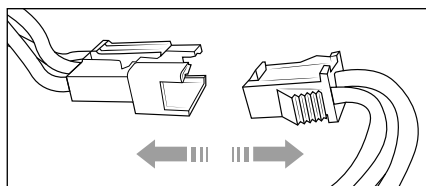

Fig. 14
- 2) Afbryd batteriets stikforbindelse (se fig. 14) og tag det ud af batterirummet.